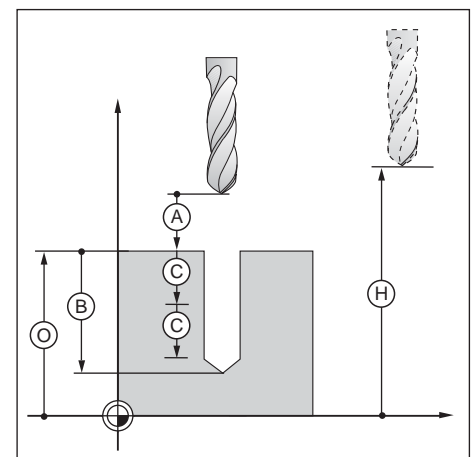

Bild 7.1: Absolute und inkrementale Eingabewerte bei den Bohrzyklen
Bild 7.1 enthält weiterhin den Sicherheitsabstand (A) und die Zustell-Tiefe (C).